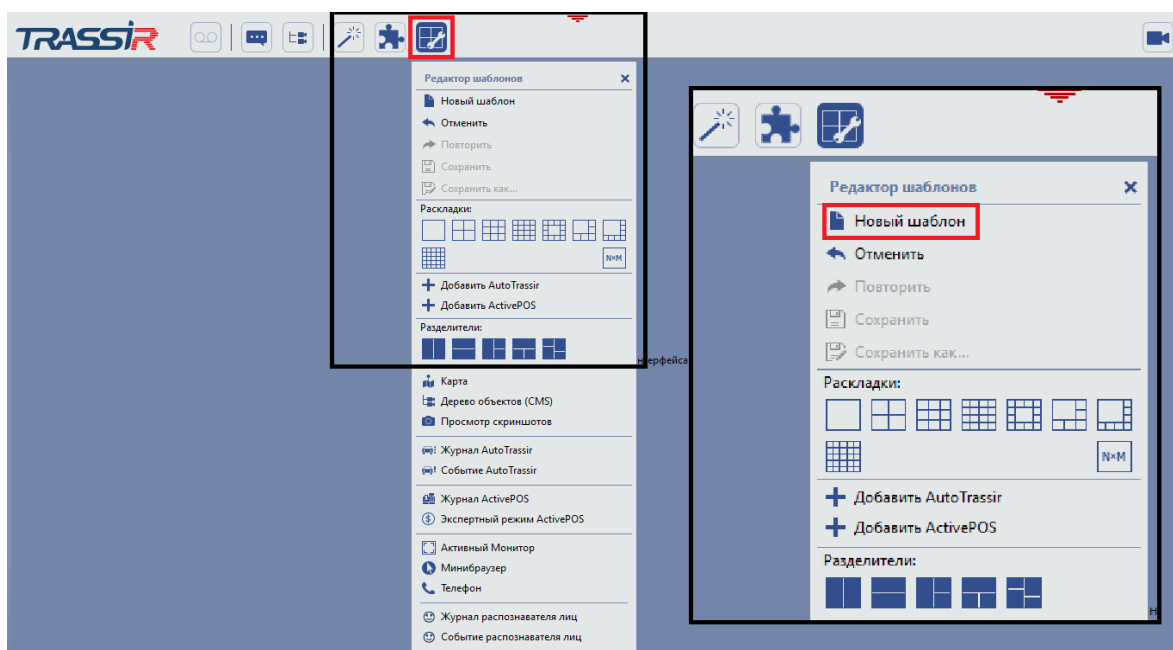

Рисунок 2.3 – Интерфейс *Редактора шаблонов*
Далее работа с шаблонами выполняется непосредственно в *Редакторе шаблонов*, переход к которому выполняется нажатием на соответствующую иконку в верхней панели интерфейса *Видеомонитор*. *Редактор шаблонов* открывается в виде окна с набором инструментов, с использованием которых можно создавать рабочие окна на экране монитора компьютера в конфигурации Trassir Client (рис. 2.3).
- a. переходим в окно *Редактора шаблонов* с пустой рабочей областью, где с помощью инструментов из выпадающего меню создаем *Новый шаблон* нажатием на одноименную опцию (рис.2.3).